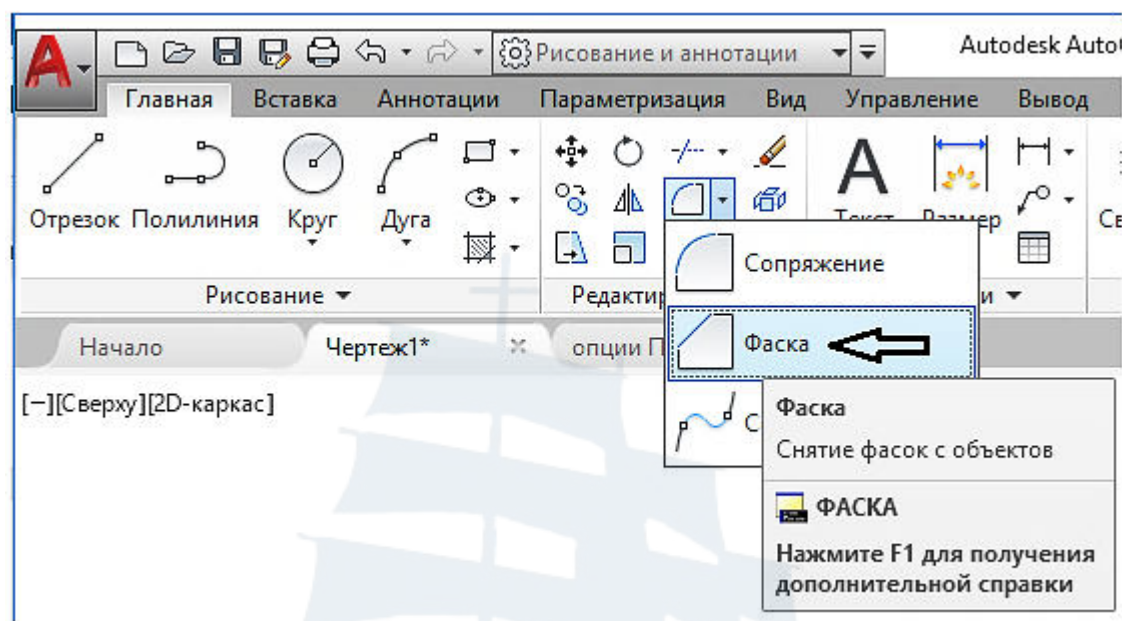

Рис. 85
- щелчком мыши по кнопке  **Фаска** (рис. 85) на панели инструментов **Редактирование** на вкладке **Главная** ленты инструментов (предварительно раскрыть список команд, нажав кнопку );